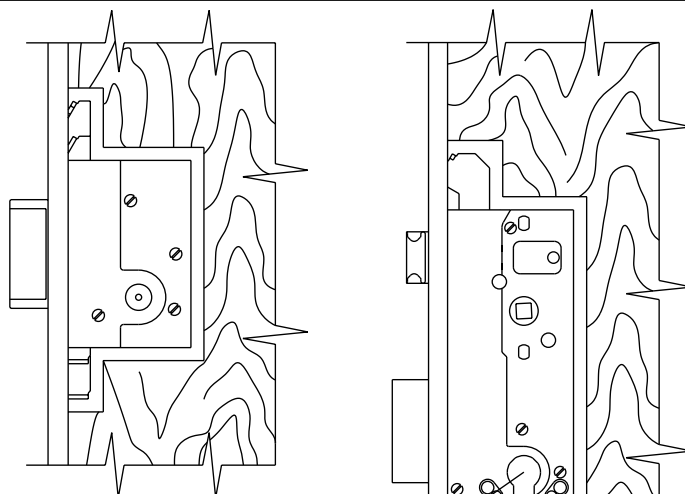

Fig. 5
- b) Eseguire le cave per l'alloggio della scatola principale e delle scatole secondarie considerando gli ingombri e le corse dei rinvii (fig. 5 - 5A).